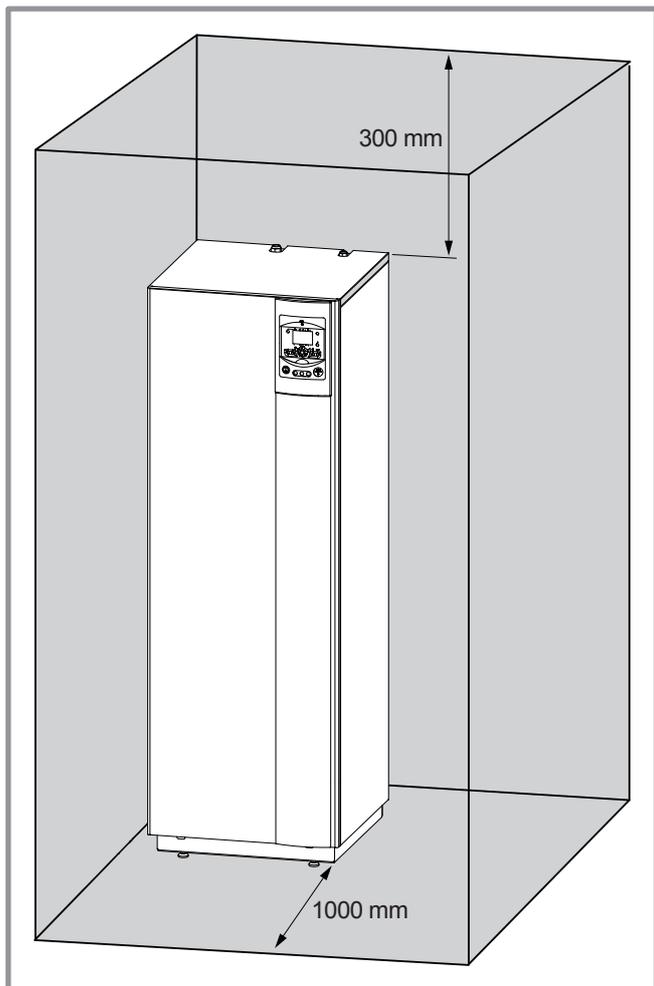

Abbildung 14 - Mindestfreiräume bei der Installation für das Hydraulikmodul und Abstände zu den Wänden
- Um die Instandhaltungsoperationen und den Zugang zu den verschiedenen Organen zu erleichtern, empfehlen wir, ausreichend Platz um das Hydraulikmodul vorzusehen (**Abbildung 14**).